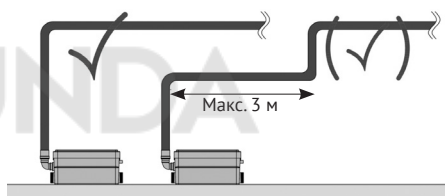

Рисунок 8 – Вертикальный участок напорного трубопровода
- вертикальный участок трубопровода должен всегда предшествовать горизонтальному (см. рисунок 8);